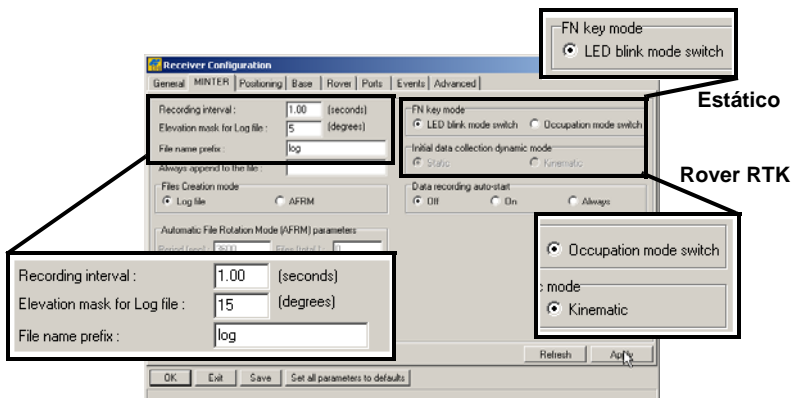

Figura 3-10. Configuración de la MINTER del receptor para la Grabación de Datos
7. Haga clic en la pestaña *MINTER* y configure los siguientes valores (Tabla 3-5), a continuación haga clic en **Apply** (Figura 3-10).